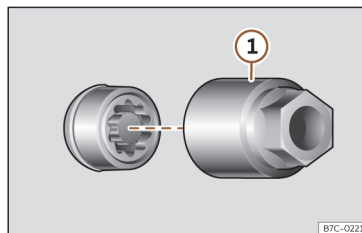

Fig. 233 Parafuso antirroubo com capa de proteção e adaptador.
- Encaixe o adaptador especial >>> **Fig. 233** ① (ferramenta de bordo >>> Página 328) no parafuso antirroubo da roda até ao limite.